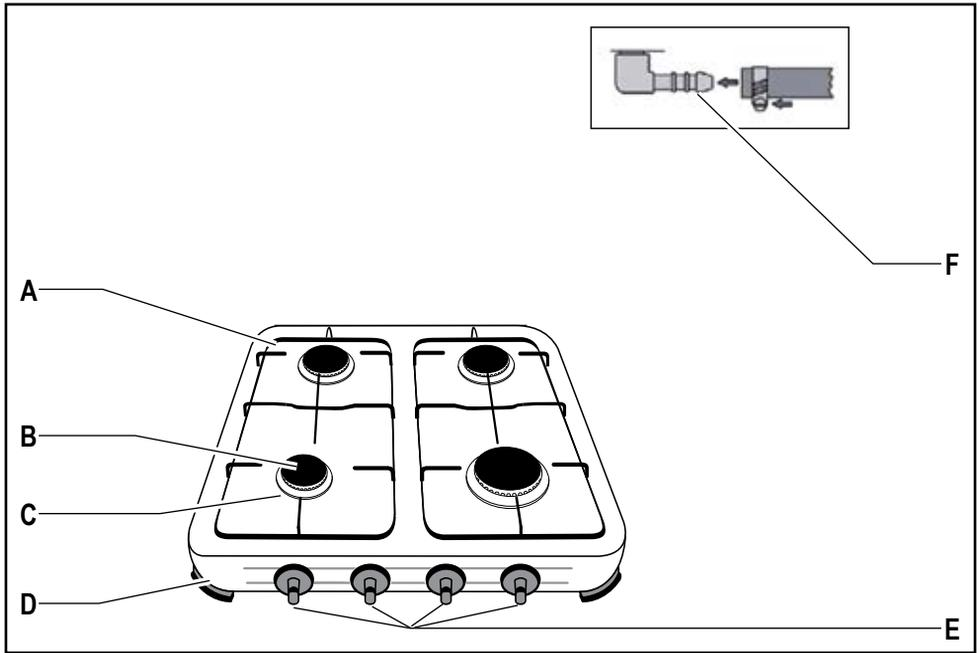
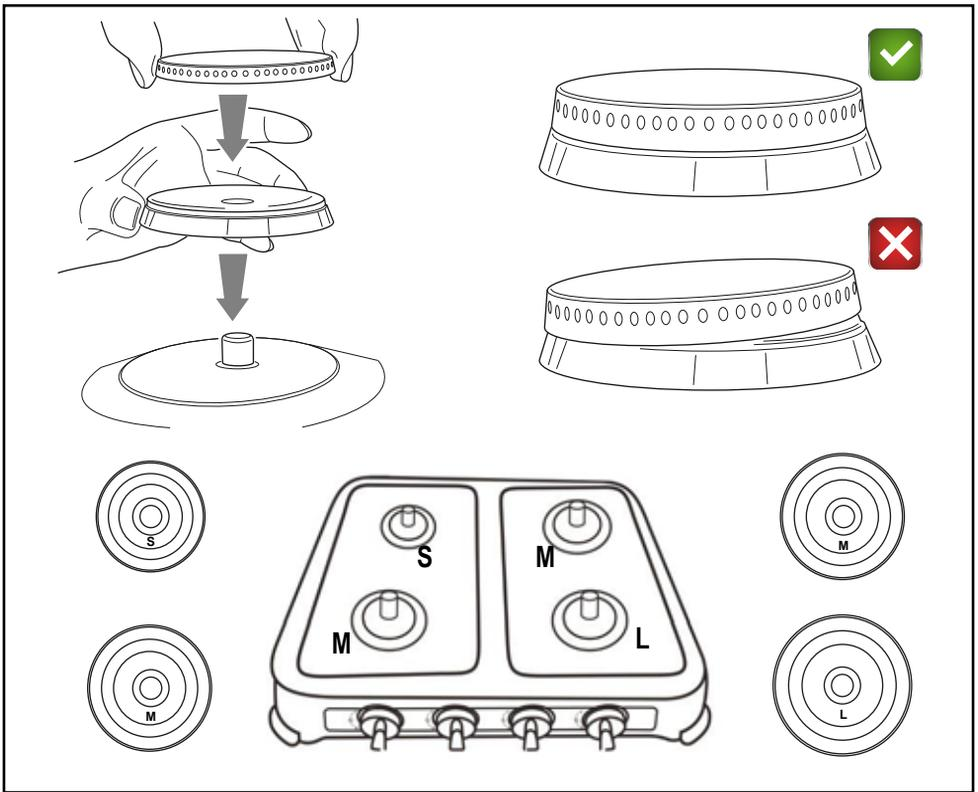

Fig. 1 - Mod. 1994
Fig. 2
DESCRIZIONE DELL'APPARECCHIO (Fig. 1)
Questo apparecchio funziona con gas liquefatto ed è necessaria una installazione che preveda l'uso di un tubo di gomma flessibile omologato per GPL in conformità con le normative vigenti. Utilizzare un tubo con lunghezza non superiore a 1,5 metri, diametro interno 8-9 mm, diametro esterno 14 mm, fissato con fascetta a vite metallica in acciaio inox diametro 9-16 mm, come indicato nella fig. 1.
- Assicurarsi che i comandi (E) siano posizionati su "0".
- Assicurarsi che le corone spartifiamma (B), gli anelli dei bruciatori (C) e la griglia di supporto (A) siano installati correttamente, come indicato nella fig. 2.
- Assicurarsi che gli anelli dei bruciatori (C) appoggino perfettamente sulla base bianca smaltata e non siano deformati.
- Collegare il tubo del gas all'apparecchio tramite l'ugello (F) e fissarlo mediante fascette stringitubo alle due estremità come indicato nella fig. 1.